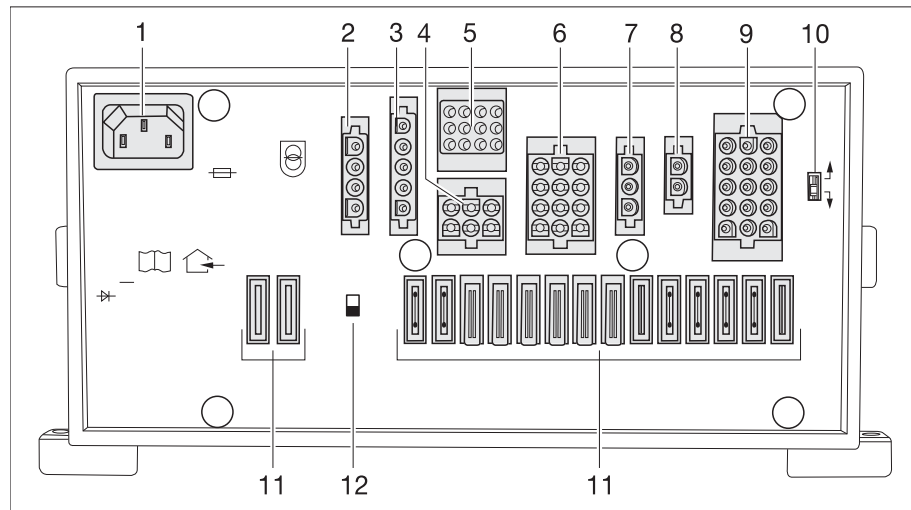

Fig. 221 Bloc électrique (EBL 119)
- ▷ L'interrupteur-séparateur de batterie (Fig. 221,12) coupe du réseau 12 V tous les consommateurs raccordés au bloc électrique.
- ▶ Si le sélecteur de batterie (Fig. 221,10) est mal réglé, il peut se former du gaz détonant. Risque d'explosion !
Avec le sélecteur de batterie (Fig. 221,10), on peut régler le chargeur dans le bloc électrique sur le type de la batterie de cellule incorporée dans le véhicule ("plomb acide", "plomb gel" ou AGM).